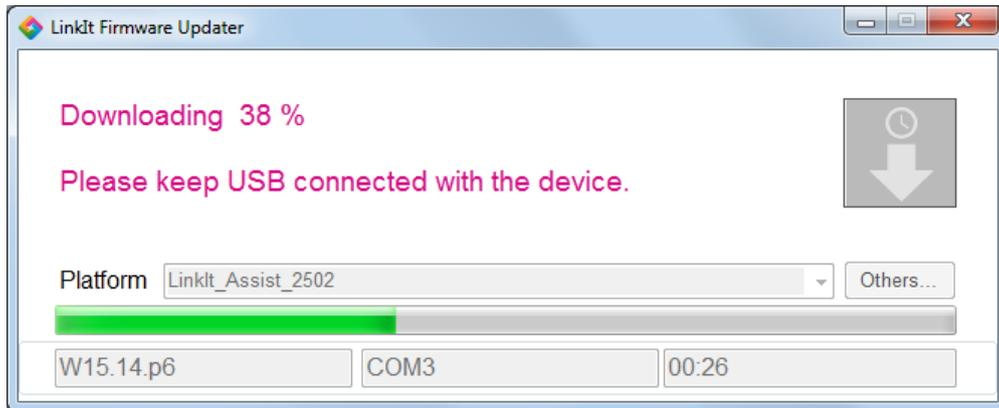

图 14 固件更新中
- 5) 依照**固件更新程序**窗口里的指令执行如图 图 14 .固件正在下载中，这时请不要切断开发板和电脑连接。